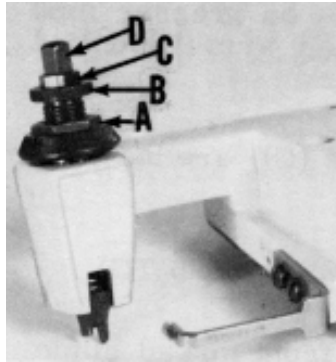

FIG. 2
Sufficient presser foot pressure to feed work uniformly should be maintained. Should it be necessary to increase or decrease amount of pressure on presser foot, loosen lock nut (A Fig. 2) and turn adjusting screw (B). Adjusting screw has a right hand thread so tightening increases pressure, loosening decreases pressure. When pressure adjusting screw (B) has been properly set, tighten lock nut (A). With presser foot resting on throat plate, position locking nut (C) so that its under surface is approximately 0.8mm to 1.6mm (1/32" to 1/16") from the top surface of adjusting screw (B). Set cap (D) against locking nut (C).
Zum gleichmäßigen Transport des Nähguts muß der Drückfuß genügend Druck ausüben. Wenn der Druck auf den Drückfuß verstärkt oder vermindert werden muß, lösen Sie die Sicherungsmutter (A Fig. 2) und drehen an der Einstellschraube (B). Die Einstellschraube hat ein Rechtswinde, so daß anziehen der Schraube den Druck verstärkt und lösen der Schraube den Druck vermindert. Wenn die Druck-Einstellschraube richtig eingestellt ist, ziehen Sie die Sicherungsmutter (A) an. Bei auf der Stichplatte aufliegendem Drückfuß, stellen Sie die Befestigungsmutter (C) so, daß zwischen ihrer Unterseite und der Oberseite der Einstellschraube (B) ein Zwischenraum von 0.8mm bis 1.6mm verbleibt. Sie die Hutmutter (D) gegen die Befestigungsmutter (C).